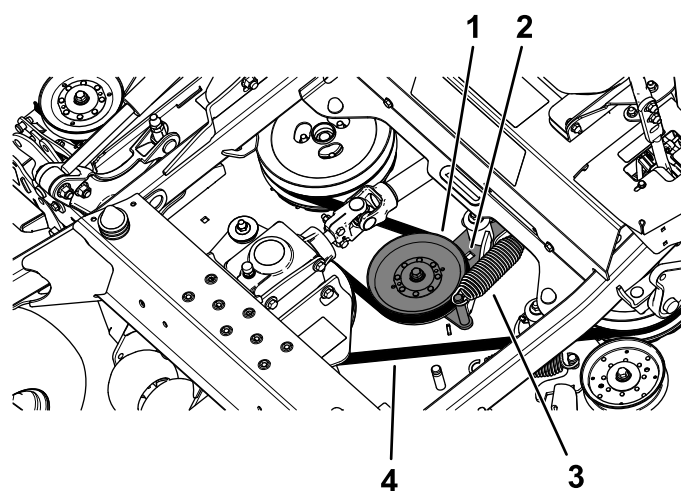

Figure 64
5. Insérez un rochet dans le trou carré du bras de la poulie de tension pour détendre le ressort de la poulie de tension (Figure 64).
6. Enlevez la courroie des poulies du tablier de coupe (Figure 64).